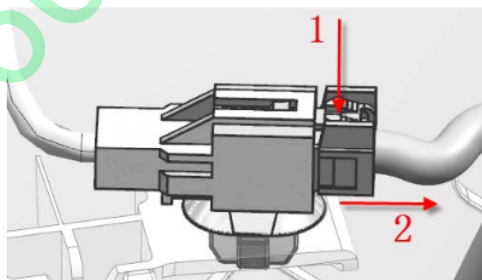

图9-1-6门板氛围灯接插件拆卸示意图
a. 拆卸门板氛围灯接插件：如图9-1-6，用力沿箭头1方向压住卡脚，再沿箭头2方向拔出线束接插头（前后共两个接插头，如图9-1-5位置1处）。
d. 拆卸玻璃升降器开关接插件：如图9-1-6，用力沿箭头1方向压住卡脚，再沿箭头2方向拔出线束接插头（如图9-1-5位置5处）